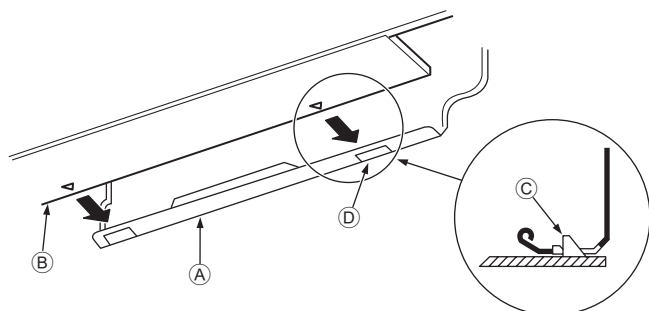

Fig. 3-10
- Lors de l'insertion du tuyau de réfrigérant et le tuyau d'écoulement dans l'orifice mural d'insertion (manchette de pénétration), accrocher la partie supérieure de l'appareil intérieur sur la planche d'installation ①.
- Fixer en poussant la partie inférieure de l'appareil intérieur sur la planche d'installation ①. (Fig. 3-10)
- * Vérifier que les boutons en bas de l'appareil intérieur sont correctement maintenus sur la planche d'installation ①.